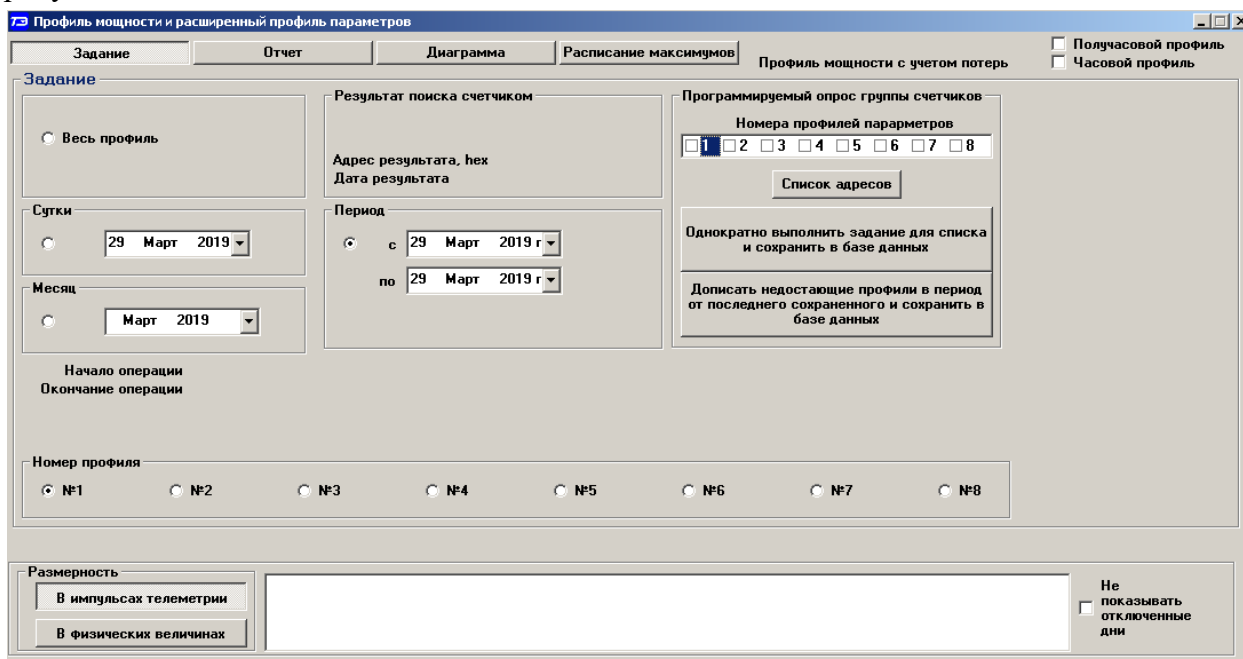

Рисунок 15 – Форма «Профиль мощности и расширенный профиль параметров»
14.17 Удобно производить чтение профиля мощности с группы счетчиков объекта с автоматической записью в базу по кнопке «Дописать недостающие профили в период от последнего сохраненного и сохранить в базе данных», расположенной на вкладке «Задание» формы «Профиль мощности» (рисунок 15). При этом должен быть подготовлен список адресов счетчиков посредством формы «Адреса для групповых операций». Этот список может быть сохранен на диске в виде файла с возможностью последующего использования.